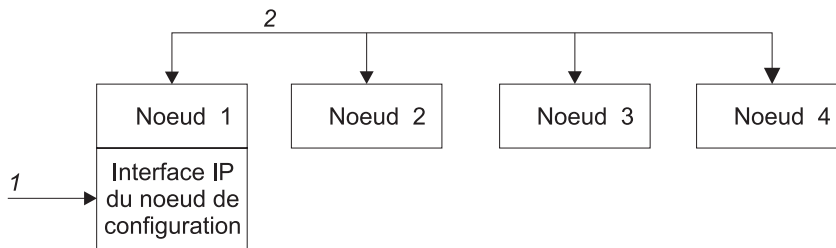

Figure 5. Noeud de configuration
La figure 5, à la page 16 présente un exemple de cluster comportant quatre noeuds. Le noeud 1 est le noeud de configuration. Les demandes utilisateur (1) sont traitées par le noeud.